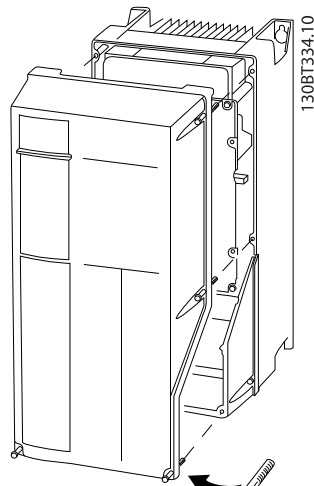

図 2.15 A4、A5、B1、B2、C1、C2 エンコーダーのコントロール配線にアクセス
- あるいは、ネジを緩めてフロントカバーを取り外します。図 2.15 を参照